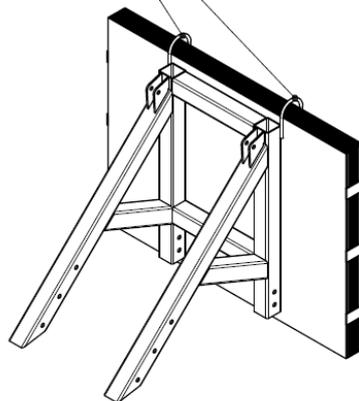
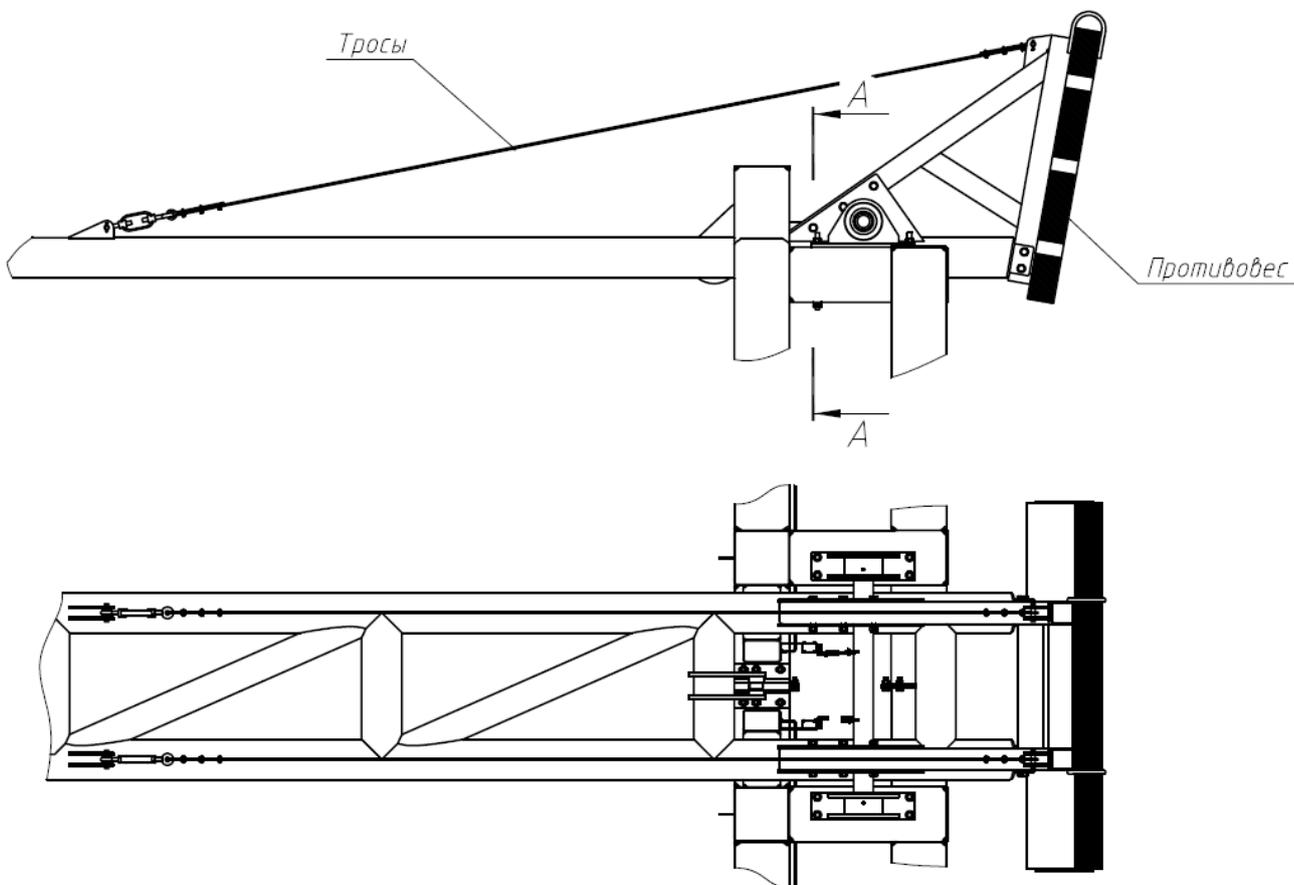

рис. 7.1
рис. 7.2
2.8 Установить на стрелу противовес и закрепить при помощи болтов М24х180 (рис. 7.2; 7.3). Для подъема противовеса использовать проушины (рис. 7.1) После чего натянуть тросы (рис.7.2). Тросы натягивать на полностью опущенной стреле при помощи талрепов . Сила натяжения тросов должна быть одинаковой и быть в пределах 400-500кг.